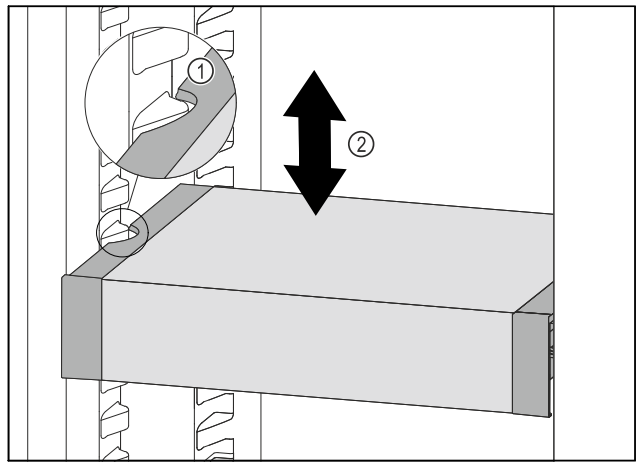

Fig. 161
- Tirer le VarioSafe vers l'avant jusqu'à ce que les encoches latérales du VarioSafe soient à la hauteur de la nervure du bac dans la partie réfrigérateur. Fig. 161 (1)
- Déplacer le VarioSafe vers le haut ou vers le bas dans la partie réfrigérateur jusqu'à ce que la hauteur souhaitée soit atteinte. Fig. 161 (2)